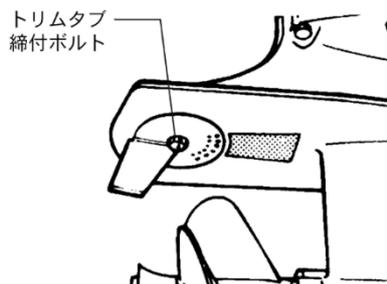

図 6-8 (出典 SUZUKI DF25 取扱説明書)
- (1) 船体が自ら右旋回する場合は、トリムタブを右方向に回す。(図 6-8)